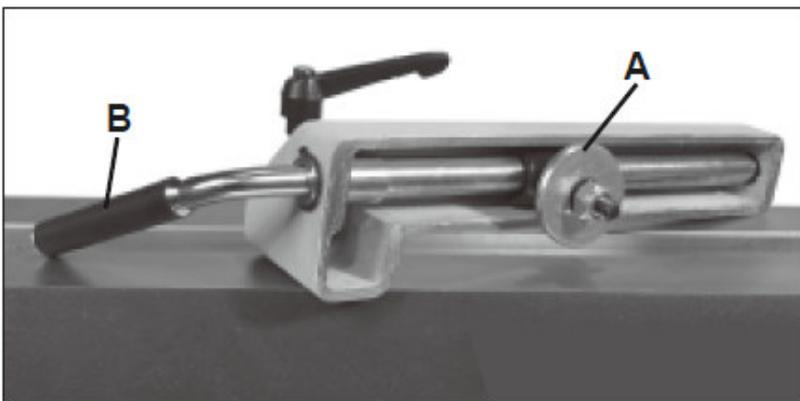

Abb. 8-5: Einstellung der Verriegelungshebel
Abbildung 6.2 zeigt die Werkzeugauflage separat, um den Klemmmechanismus und die Sechskantmutter (Pos. A, Abb. 8-5) sichtbar zu machen.
1. Lösen Sie den Verriegelungshebel (Pos. B, Abb. 8-5), sodass der Klemmdruck von der jeweiligen Baugruppe genommen wird.